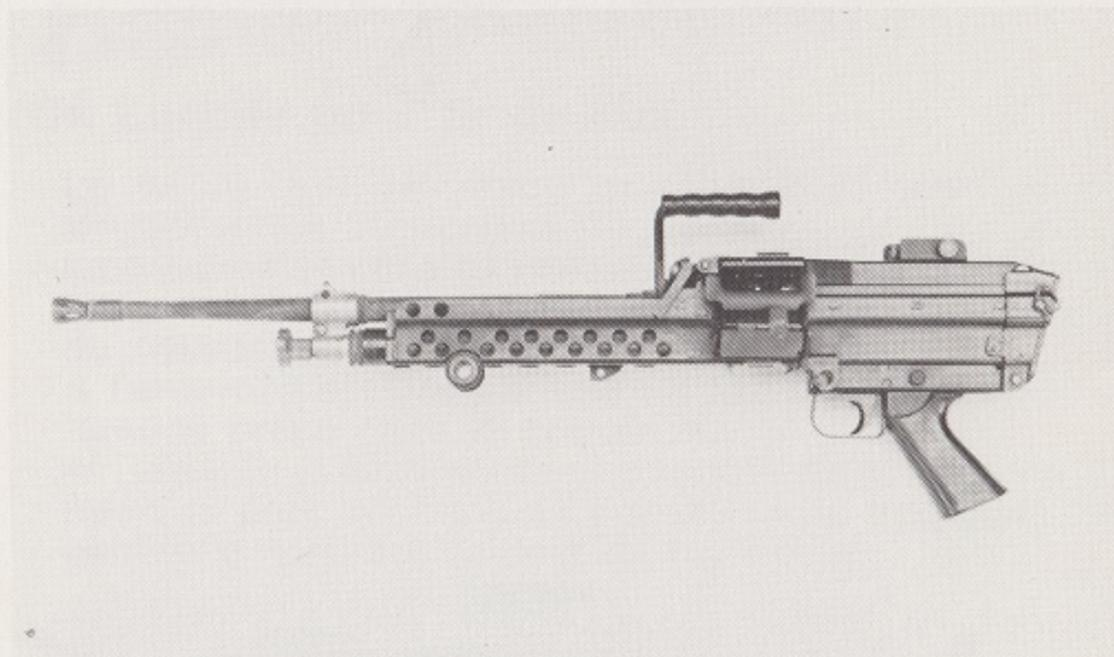

Fig. 61
- Correspond à la version standard où la crosse est enlevée et remplacée par un bloc de fermeture de carcasse comme le montre la fig. 61.